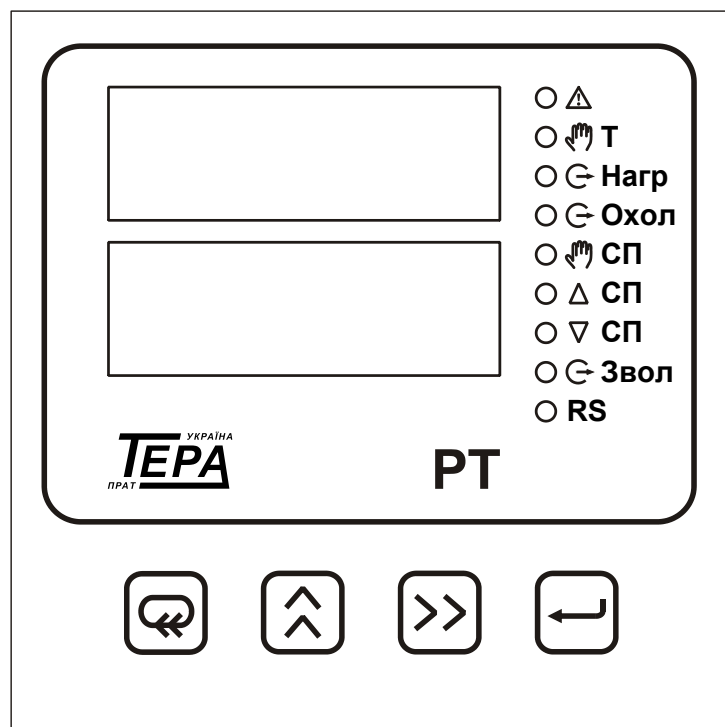

Рисунок 3.2 – Передня панель приладу
3.2.2 На лицьовій панелі приладу (рисунок 3.2) розташовані два семисегментних чотирирозрядних індикатора, що служать для відображення символно-цифрової інформації, одиничні світлодіодні індикатори для індикації виходу параметрів за допустимі межі та справності датчиків, а також чотири кнопки керування.